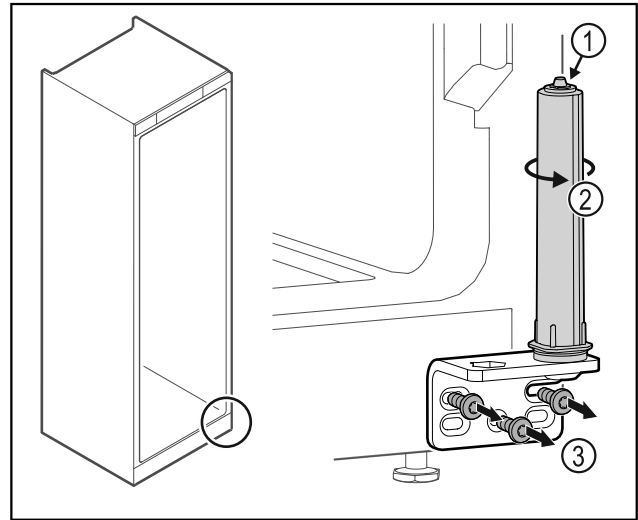

Fig. 50
- ▶ Μην αποσυναρμολογείτε το σύστημα κλεισίματος πόρτας Fig. 50 (1).
- ▶ Περιστρέψτε το σύστημα κλεισίματος Fig. 50 (2), μέχρι να κάνει κλικ.
- ▶ Ξεβιδώστε τη γωνία μεντεσέ Fig. 50 (3).